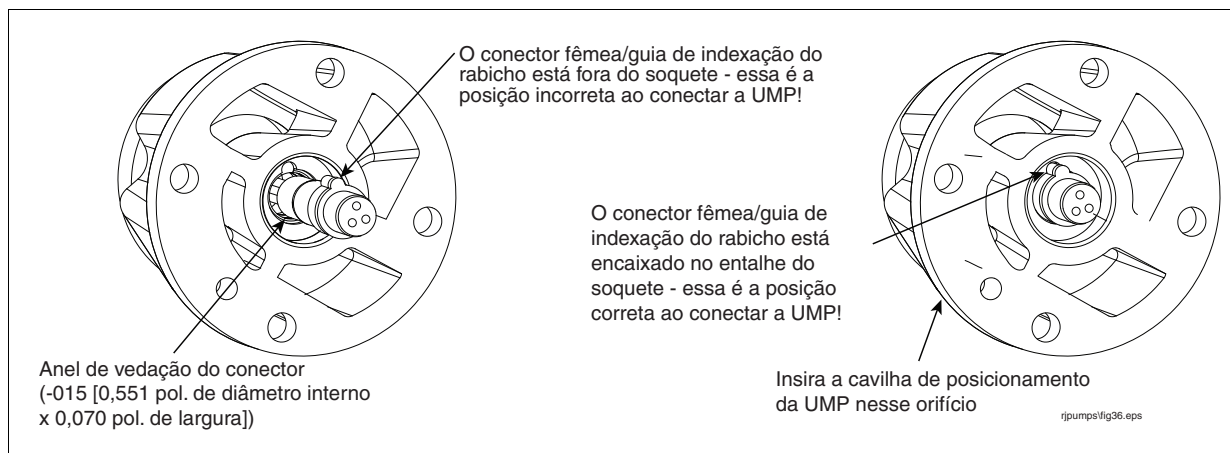

Figura 7. Verificar se o conector fêmea do rabicho está encaixado corretamente
1. Inspeção visualmente o conector do rabicho na extremidade da cabeça de descarga. Certifique-se de que o conector do rabicho esteja encaixado em seu soquete e que sua guia de indexação esteja no entalhe do soquete (consulte a Figura 7).
3. Alinhe o inserto do pino de posicionamento da UMP no orifício adequado na cabeça de descarga (consulte a Figura 7) e empurre a UMP para a posição usando apenas a força manual. A UMP deve ficar encostada na cabeça de descarga antes da instalação dos parafusos de retenção da UMP.